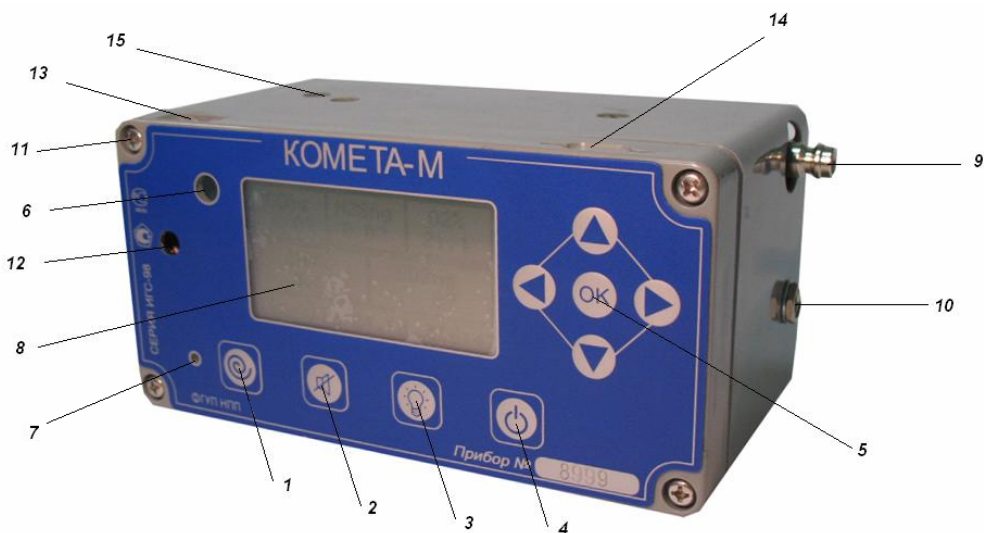

рис. 1. Внешний вид ГС с принудительной подачей газа.
1.4. ГС «КОМЕТА-М» выпускается в виде переносного прибора с системой принудительной подачи воздуха из труднодоступных мест через пробоотборные зонды с помощью встроенного микронасоса (см. рис. 1);
2.2. На лицевой и боковых панелях ГС расположены (рис.1):